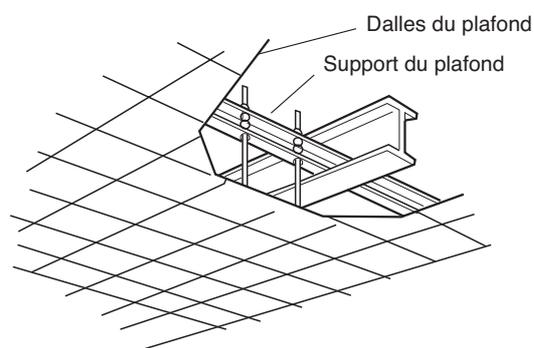

Fig. 3-59
- Utilisez les supports pour plafond ou bien fabriquez un support adéquat en procédant comme illustré sur la figure 3-59.